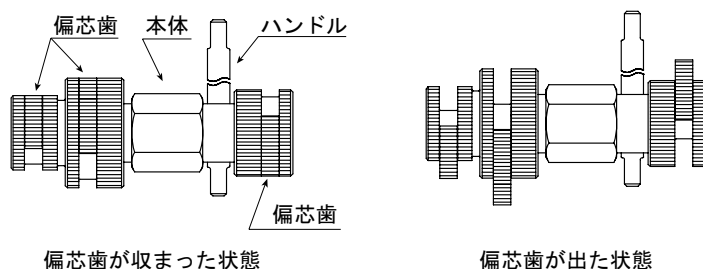

図 1
① ゆるめようとする管にレンチをセットする。
- ・ 偏芯歯が収まった状態で管に入れてください。(図 1)